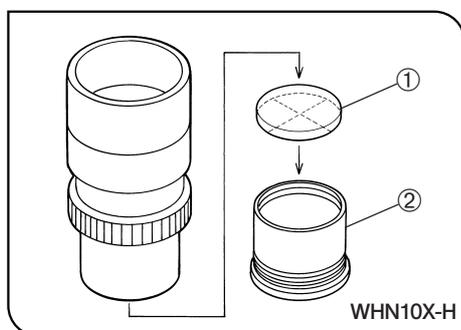

Fig. 15-1
En se référant à la figure 15-1, dévisser la monture micromètre ② de l'oculaire et placer le disque micromètre ① dans la monture. Le marquage sur le disque micromètre devrait se trouver vers le bas de la monture micromètre.